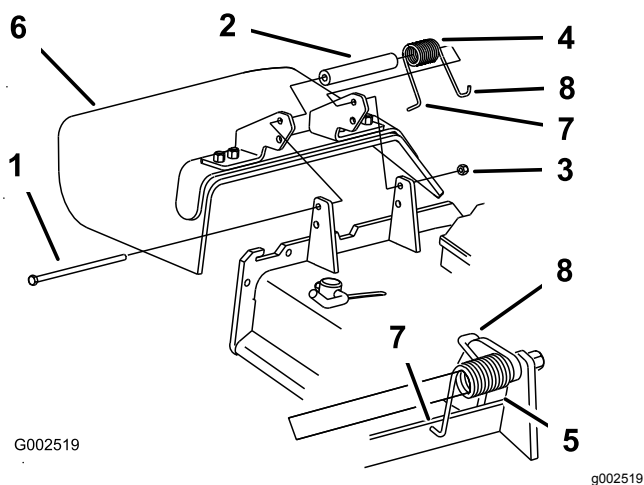

Figura 102
1. Retire la contratuerca, el perno, el muelle y el espaciador que sujetan el deflector a los soportes de pivote (Figura 102).
Nota: Asegúrese de colocar el extremo en L del muelle detrás del reborde de la carcasa antes de instalar el perno, según muestra Figura 102.
5. Coloque el extremo en J del muelle alrededor del deflector de hierba (Figura 102).